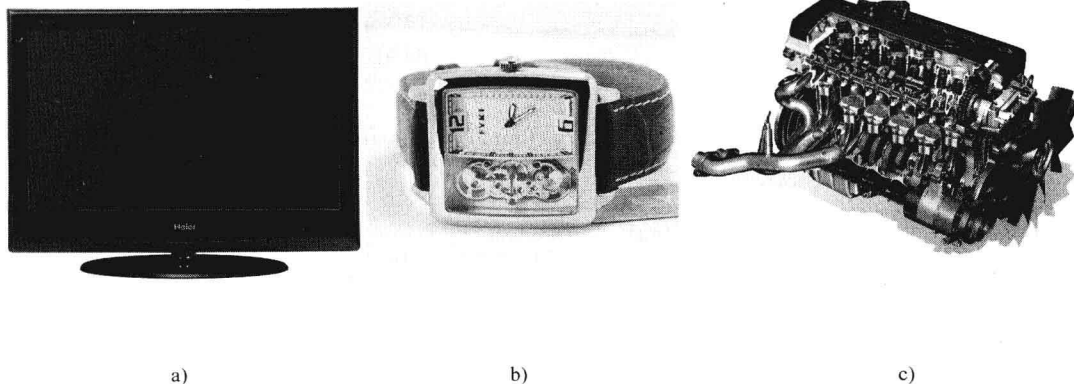

Fig. 1-1
2.8 Whether the devices shown in Fig. 1-1 are machines or not? Why?
2.8 图 1-1 中的装置是否为机器? 并简述理由。